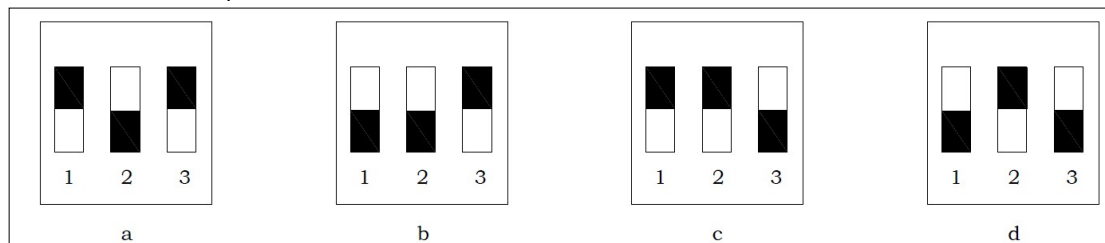

Рисунок 3.11.3А – «красные» настройки регулятора
- (1) Вращайте ручку **GAIN** (УСИЛЕНИЕ) по ч.с., до возникновения неустойчивости в работе двигателя, затем постепенно вращайте ручку в обратную сторону до возвращения к стабильному режиму работы. Для безопасности поверните ручку против часовой стрелки еще на одно деление
- (2) Вращайте ручку **STABILITY** (УСТОЙЧИВОСТЬ) по ч.с., до возникновения неустойчивости в работе двигателя, затем постепенно вращайте ручку в обратную сторону до возвращения к стабильному режиму работы. Для безопасности поверните ручку против часовой стрелки еще на одно деление.
- (3) Возможно, что потребуются дополнительная регулировка данных ручек после того, как двигатель начнет работать под нагрузкой. Обычно, настройки регулятора на холостом ходу позволяют добиться удовлетворительных результатов. Для настройки регулятора можно использовать осциллограф.
- ◆ Если вышеописанными действиями выйти на стабильный режим работы двигателя не получилось, следует производить настройку при 4 различных настройках (см. рис. 3.11.3А):